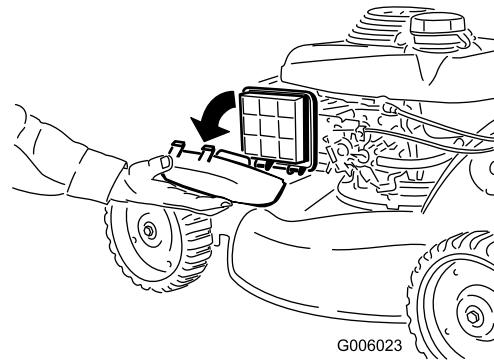

Bild 10
- B. Nehmen Sie die Luftfilterabdeckung ab, um die Gasbedienung am Motor leichter zu sehen (Bild 10).